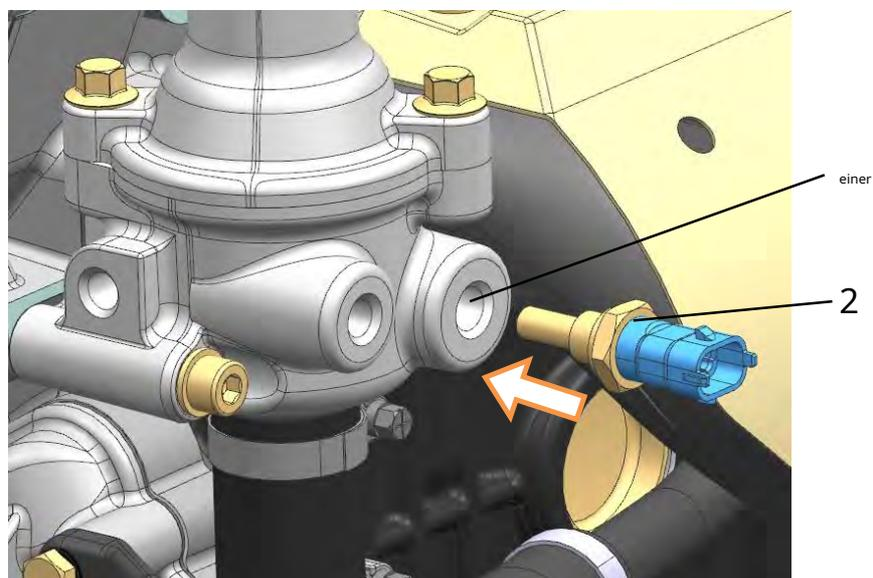

Abb. 220. Kühlmitteltemperatursensor einbauen:
**17.** Wickeln Sie den Kühlmitteltemperatursensor 2 (Abb. 220) in die Bohrung 1 des Thermostatkörpers mit einem Drehmoment von 11,8 ... 17,6 N m (1,2 ... 1,8 kgf · m), nachdem zuvor ein anaerobes Dichtmittel "Fixator-6" oder ähnliches auf das Sensorgewinde ("Stop- 6", "Technogerm-5", "Hermikon-2K").